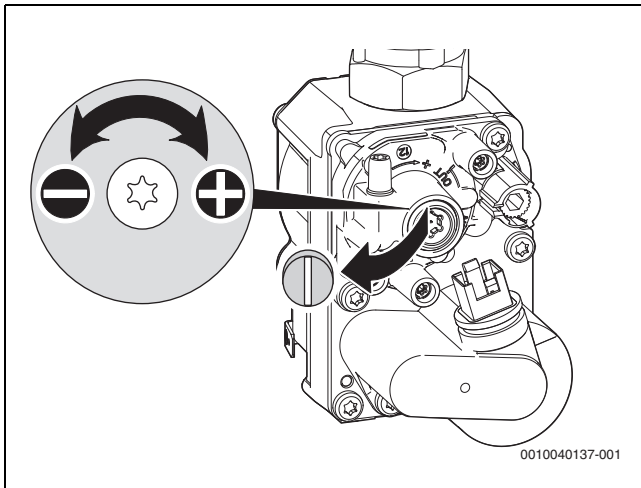

Bild 53 Plombe an der Einstellschraube entfernen
- ▶ Plombe an der Einstellschraube der Gasarmatur entfernen (nur Gasarmatur unten in Bild 53) und CO₂- oder O₂-Gehalt für minimale Nennwärmeleistung einstellen.